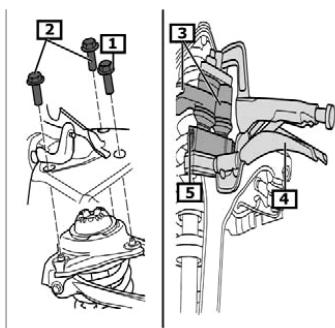

Fig. 7:
- **Fig. 7** Das so komplettierte Federbein in die obere Aufnahme einführen und mit neuen Schrauben (1, 2) befestigen (50 Nm / 90°).
- Die oberen beiden Lenker (3) am Achsschenkel wieder einstecken.
- Neue Befestigungsschraube (5) einsetzen.
- Lenker mit Spannzange (4) andrücken und
- **Fig. 7** Insert the assembled suspension strut into the upper mount and use new screws (1, 2) to attach it (50 Nm / 90°).
- Re-insert the upper two links (3) into the steering knuckle.
- Insert new attachment screw (5).
- Use clamping pliers (4) to press links together, and
- **Fig. 7** Introduire la jambe de force ainsi complétée dans le support supérieur et fixer avec des vis neuves (1, 2) (50 Nm / 90°).
- Insérer de nouveau les deux bras supérieurs (3) sur la fusée d'essieu.
- Mettre en place une nouvelle vis de fixation (5).
- Comprimer le bras avec une pince de serrage (4) et
- **Fig. 7** Introducir el amortiguador completado de esta manera en el alojamiento superior y fijarlo con tornillos nuevos (1, 2) (50 Nm / 90°).
- Volver a introducir las dos barras de dirección superiores (3) en el cuello del eje.
- Utilizar un tornillo de sujeción (5) nuevo.
- Presionar la barra de dirección con la tenaza de bloqueo (4) y